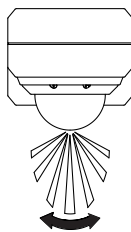

Fig. 1B
- A área de monitorização do detector de movimentos pode variar ligeiramente em função da altura de montagem e local de montagem, assim como temperatura ambiente. Antes de escolher um local para a instalação do seu detector de movimentos, observe que o sensor reage com mais sensibilidade a movimentos que se sucedem transversalmente à área de monitorização (ver fig. 1B) do que a movimentos directamente direccionados para o sensor ou afastados do sensor (ver fig. 1C).